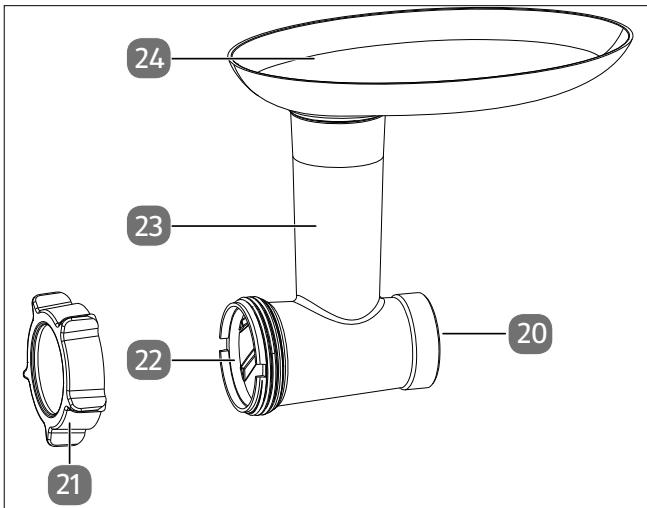

Afb. 3 – Bedieningselementen/display
4. Snelheidsregelaar (draaien)/bedieningselementen/indicatieveld (zie Afb. 3)